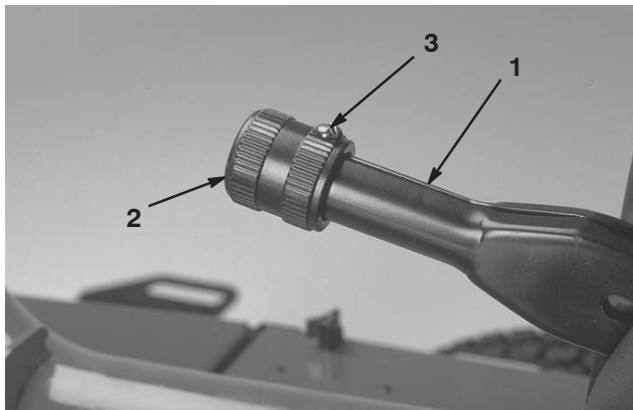

Figure 52
1. Desserrez la vis de fixation du bouton sur le levier du frein de stationnement (Fig. 52).